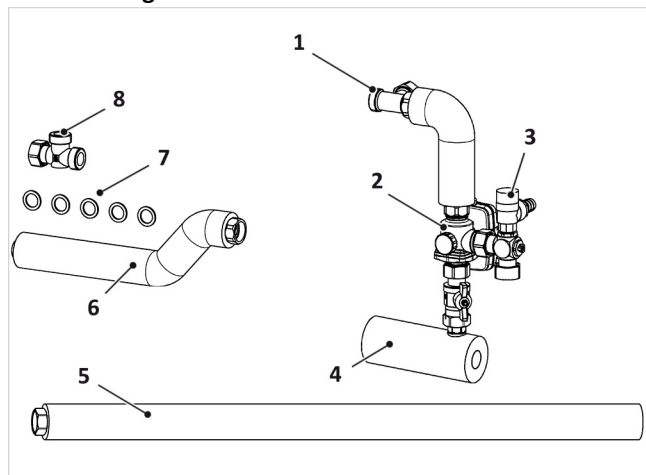
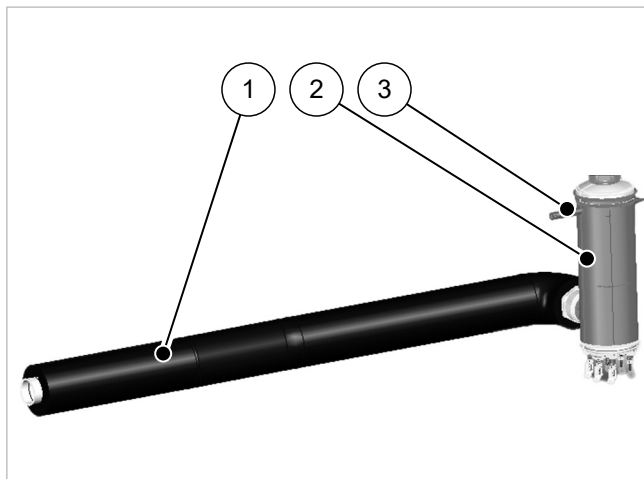

Abb. 24: Montagepack LM WP 3-W Ventil
Abb. 29: Heizpatrone mit WP-Vorlaufrohr
Bei der Kombination des SolvisMax Solo mit der SolvisPia, SolvisMia oder SolvisLea Eco ist in den Lademodulen PIA-SL bzw. LEA-SL/MIA-SL zusätzlich die mitgelieferte Heizpatrone (HPT) in den Wärmepumpen-Vorlauf zu integrieren. Dieser „Montagepack LM WP-SL HPT“ (→ Abb. 29) ersetzt hier das „Anschlussrohr WP-VL“, vgl. → Abb. 24 (5).